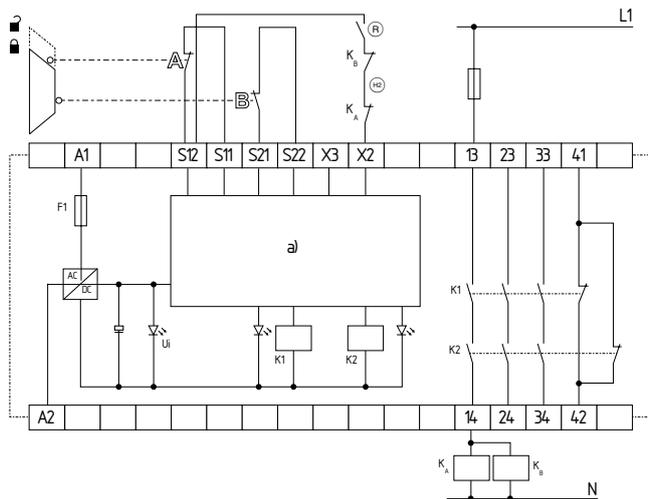

Abb. 2
Zweikanalige Ansteuerung, dargestellt am Beispiel einer Schutztürüberwachung mit zwei Positionsschaltern A + B, davon einem zwangsöffnend; mit externem Reset-Taster (R) (siehe Abb. 2)
- (R) = Rückführkreis